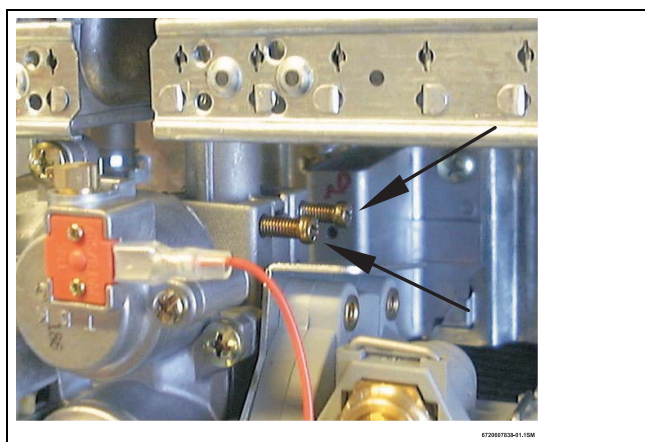

Fig. 1
- ▶ Sbloccare il corpo del gas (Fig. 1).